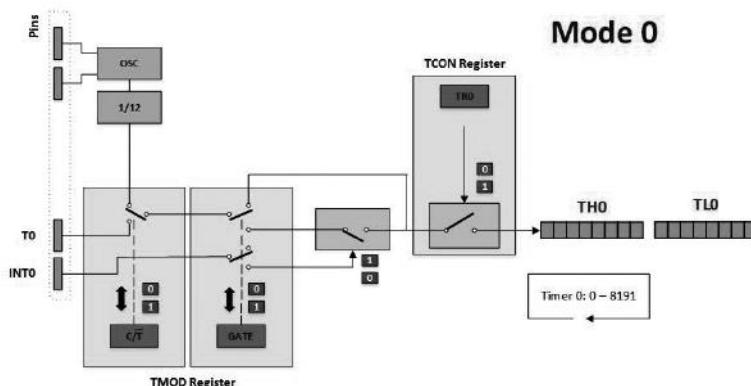

Figura 11.11: Timer 0: Modo 0
- \* Este modo configura TIMER0 como TIMER de 13 bits con los 8 bits de TH0 y los 5 bits menos significativos de TL0. (Figura 11.11)